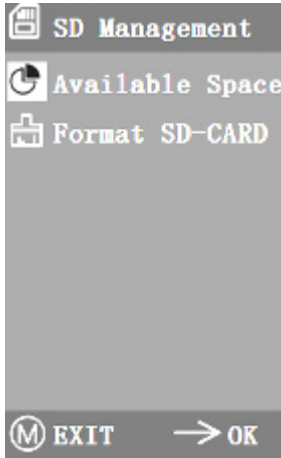

Abbildung 5-15
- Nach dem Einlegen der Micro-SD-Karte werden verbleibender Speicherplatz und Gesamtspeicherplatz der Micro-SD-Karte unter "Verfügbarer Speicherplatz" angezeigt, wie in Abbildung 5-15 dargestellt